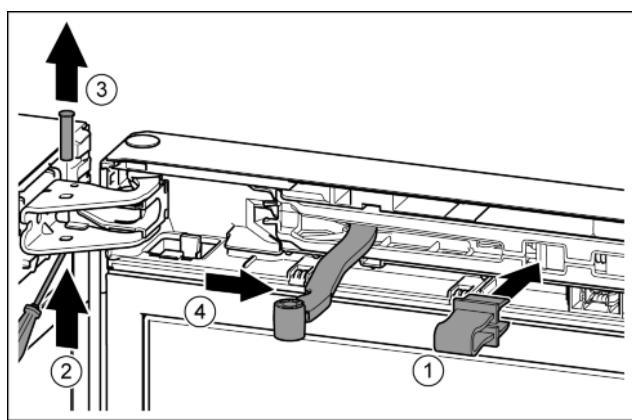

Fig. 10
- Зафиксировать предохранитель в отверстии. Fig. 10 (1)
► Выкрутить палец при помощи отвертки. Fig. 10 (2)
► Извлечь палец движением вверх. Fig. 10 (3)
► Повернуть шарнир в направлении двери. Fig. 10 (4)